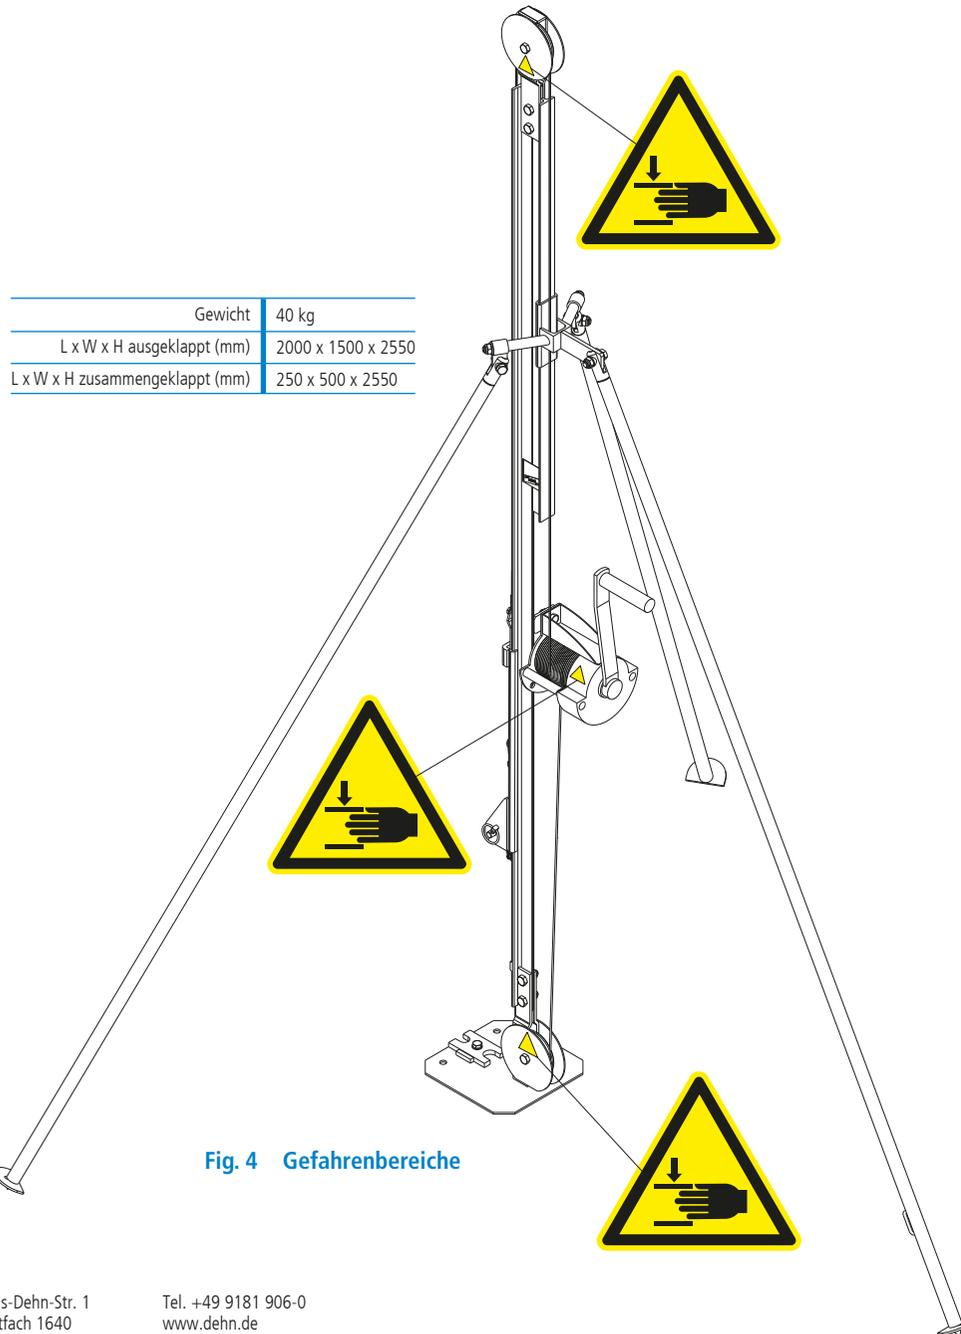

Fig. 4 Gefahrenbereiche
- ➔ Bei der Bedienung des Hammergerüsts ist darauf zu achten, dass keine gefährliche Berührungen an offenen Gelenkfürungen, Seilwinde und Umlenkrollen stattfinden. Die Gefahrenbereiche sind durch Warnaufkleber gekennzeichnet (siehe Fig. 4).